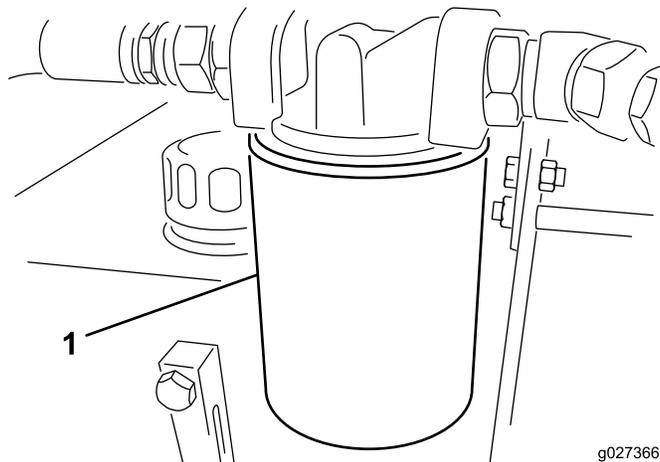

Рисунок 12
3. Поместите поддон под фильтр, а затем снимите фильтр (Рисунок 12).